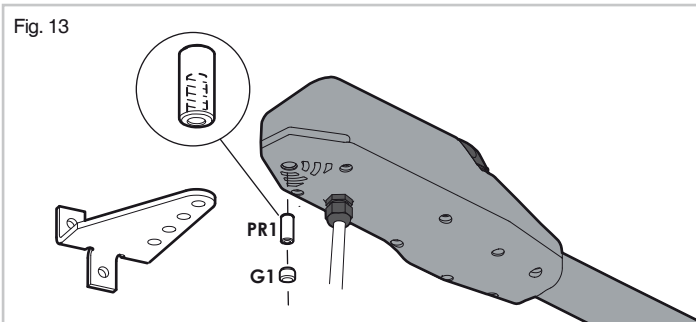

Fig. 13
- Coloque o perno de rotação **PR1** conforme a Fig. 13.